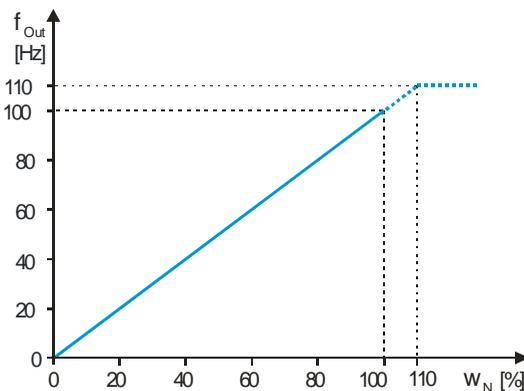

Abbildung 9-3 Beispiel für $f_{max} = 100\text{ Hz}$
- Die Basiskonfiguration des **SS 23.700 Ex** bildet die Strömungsgeschwindigkeit w_N proportional auf einen Frequenzbereich $[0 \dots f_{max}]$ mit wählbarer Maximalfrequenz f_{max} ab (siehe Abbildung 9-3).